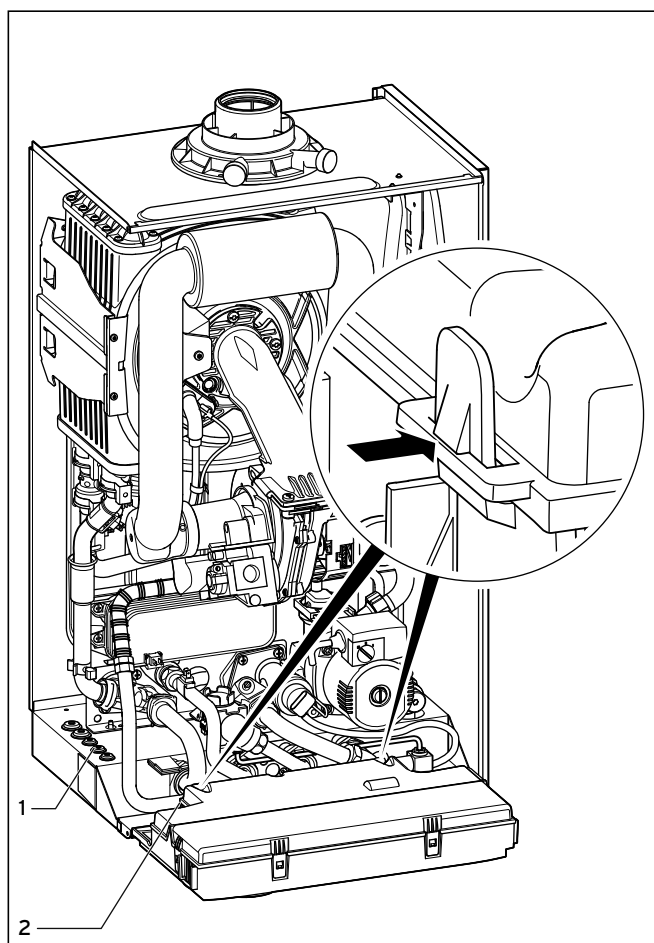
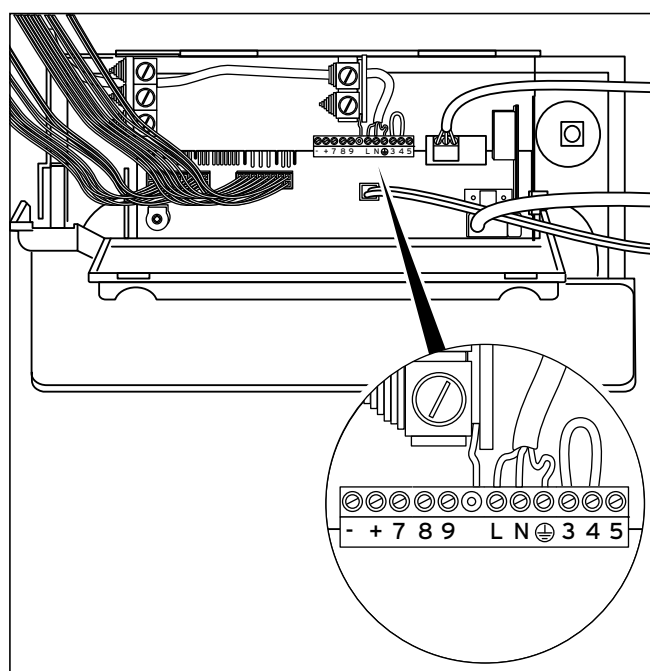

Рис. 5.9 Открывание задней стенки распределительной коробки
Рис. 5.10 Кабелепровод сетевой подводящей линии
- Проведите соединительные провода подключаемых компонентов через кабельные вводы (1) слева на нижней стороне аппарата, см. рис. 5.9.
- Затем проведите соединительные провода через кабельные вводы (2) в распределительную коробку и укоротите провод до необходимой длины.
- Подключите соединительный кабель согласно табл. 5.1 и рис. 5.10 к соответствующим резьбовым клеммам электроники.